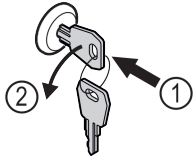

Fig. 123
- ▶ Shtyni çelësin brenda. Fig. 123 (1)
- ▶ Rrotulloni çelësin me 90° në drejtimin kundërorar. Fig. 123 (2)